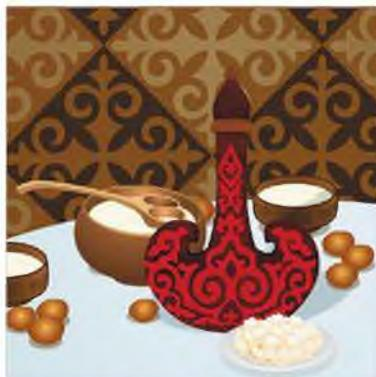

Рисунок 17.20 Графический дизайн торсыка
17. Разработать дизайн казахского национального сосуда для кумыса (рисунок 17.20). В ходе работы изучить материал, форму, размеры торсыка, орнамент на нем. Для предложенного варианта разработать эскизы, 3D-модель, развертку.